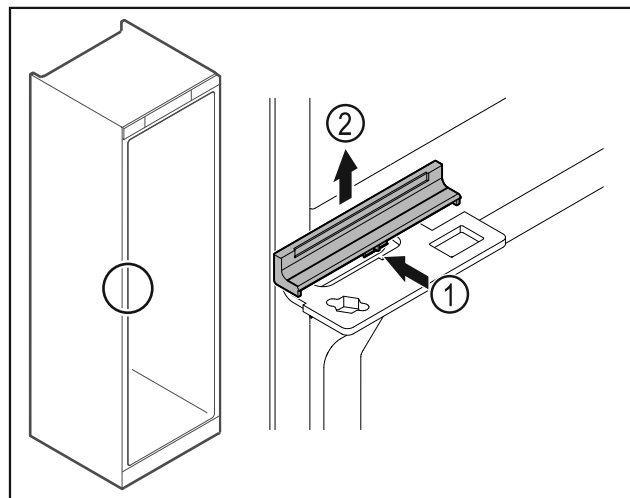

Fig. 46
- ▶ Πιέστε το κάλυμμα Fig. 46 (1) ελαφρά στο κέντρο και αφαιρέστε το προς τα επάνω Fig. 46 (2).